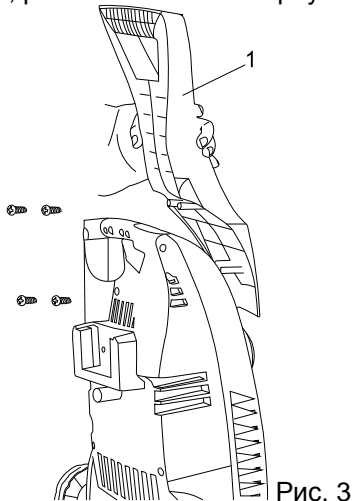
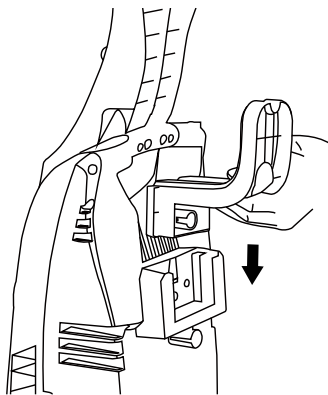

Рис. 3
Рис. 4
Присоедините рукоятку (1) к корпусу машины, зафиксируйте ее с помощью четырех винтов (Рис. 3). Вставьте крюк для крепления кабеля в разъем, расположенный в корпусе машины (Рис. 4).